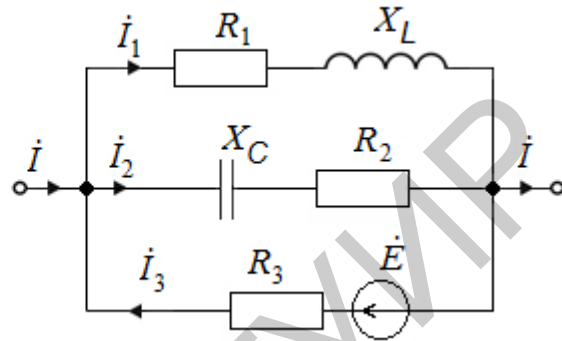

Рис. 184
6. Определить токи в ветвях цепи (рис. 184) методом уравнений Кирхгофа, если $\dot{E} = 120e^{j30^\circ}$ В; $X_L = 4$ Ом; $R_1 = 3$ Ом; $R_2 = 5$ Ом; $X_C = 5$ Ом; $R_3 = 10$ Ом; $\dot{I} = 30,6e^{-j93^\circ}$ А.